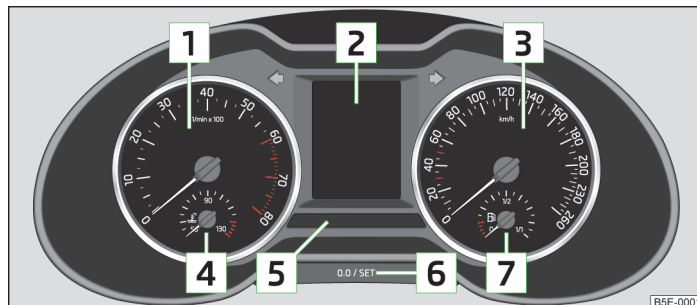

Fig. 2 Panoul de bord
- Nu acționați niciodată tasta **6** din panoul de bord » fig. 2 la pagina 11 în timpul deplasării, ci numai cu autovehiculul staționat!
Zona roșie de pe scala turometrului  » fig. 2 la pagina 11 marchează domeniul în care sistemul începe să limiteze turația motorului. Sistemul limitează turația motorului automat, la o valoare limită sigură.
» Apăsăți scurt tasta » fig. 2 la pagina 11.
- » Apăsăți tasta » fig. 2 la pagina 11 și mențineți-o apăsată, până când pe afișaj se prezintă **Time** (ora).
- » Apăsăți tasta » fig. 2 la pagina 11 și mențineți-o apăsată, până când pe afișaj se prezintă **Battery status** (starea bateriei), respectiv **BATTERY SOC** (stare încărcare baterie).